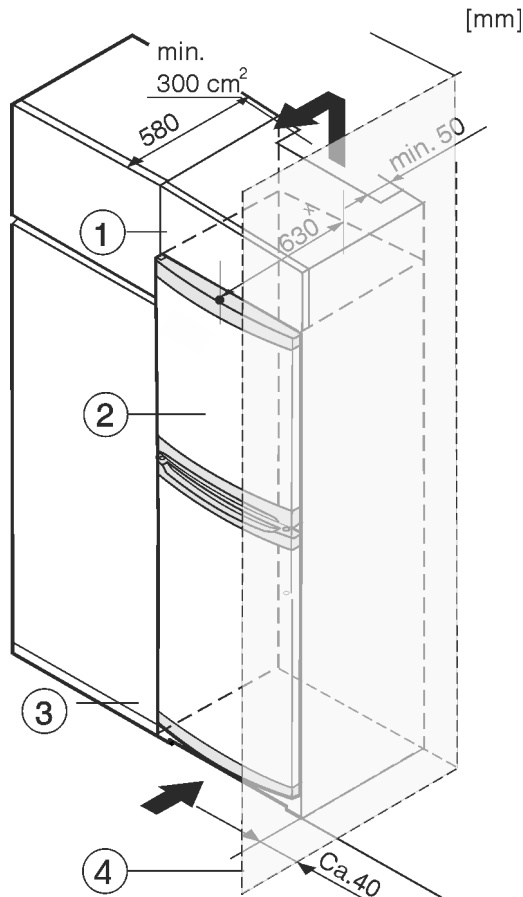

Fig. 8
Het apparaat kan in keukenkasten worden ingebouwd. Om het apparaat *Fig. 8 (2)* aan de hoogte van het keukenblok aan te passen, kan boven het apparaat een opzetkast *Fig. 8 (1)* worden aangebracht.
Bij een ombouw met keukenkasten (diepte max. 580 mm) kan het apparaat direct naast de keukenkast *Fig. 8 (3)* worden geplaatst. Het apparaat steekt aan de zijkant 34 mm \* en in het midden 50 mm \* uit ten opzichte van het keukenkastfront.
Plaats u het apparaat met de scharnierkant naast een muur *Fig. 8 (4)*, dan moet de afstand tussen apparaat en muur minstens 40 mm bedragen. Dit in verband met het uitsteken van de deurgreep bij een geopende deur.